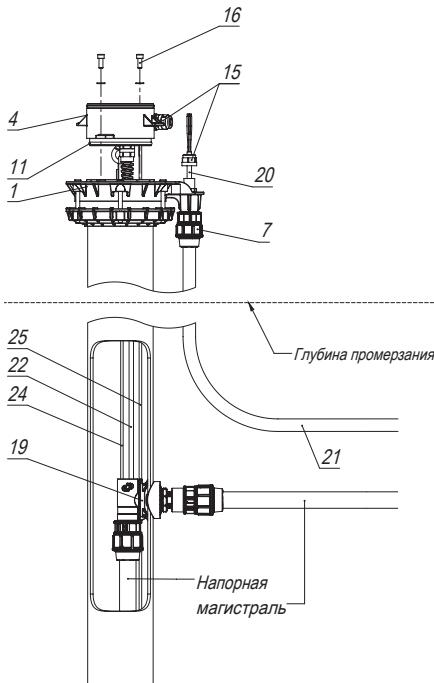

Рисунок 6
Насос погружается в скважину (рисунок 6) и устанавливается в заранее подготовленный скважинный адаптер\* (19). Корпус (4) с уплотнительным кольцом (11) устанавливается на основание (1) и крепится винтами (16).